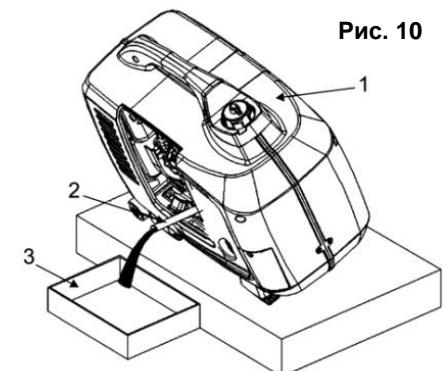

Рис. 10
- Установите генератор (1)(См. Рис.10) таким образом, чтобы сливное отверстие располагалось как можно ниже. Установите емкость для утилизации отработанного масла (3) под сливным отверстием.
- Для слива масла удобно использовать дополнительный патрубок (резиновый шланг) (2), устанавливаемый на заливную горловину.
- Наклоните генератор (1)(См. Рис.10) и слейте масло.